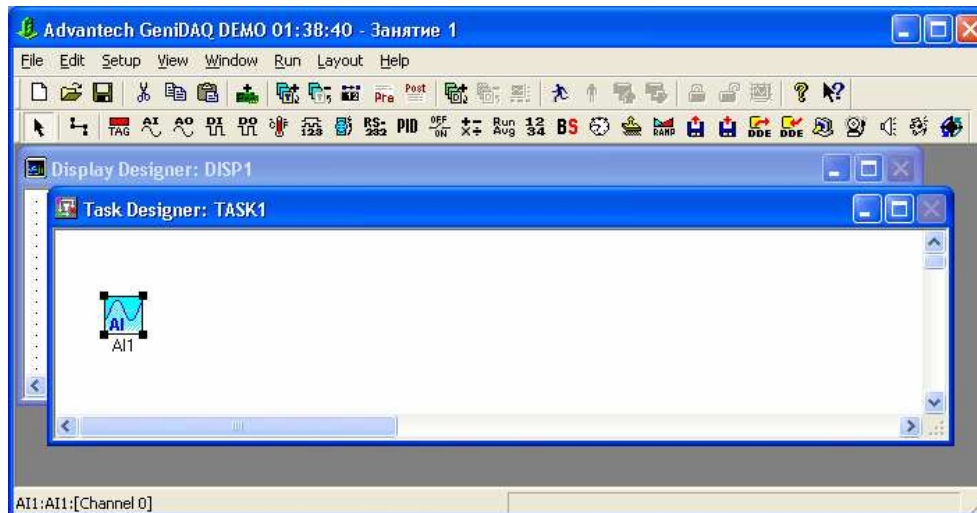
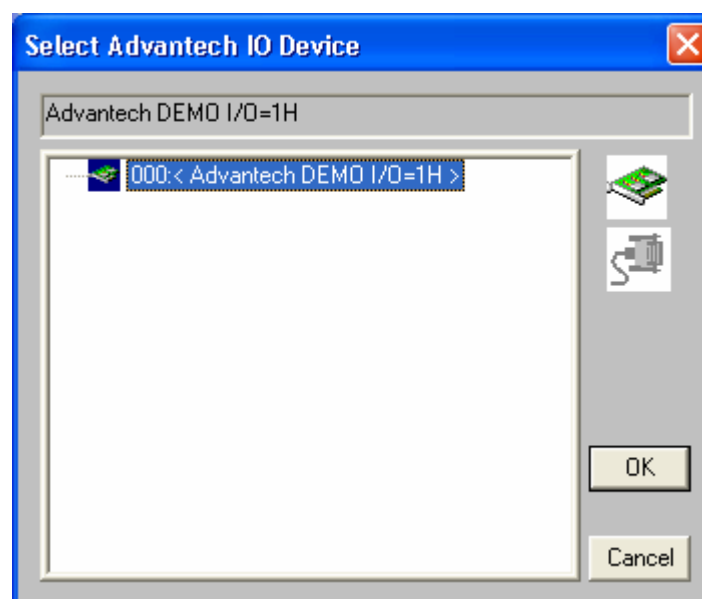
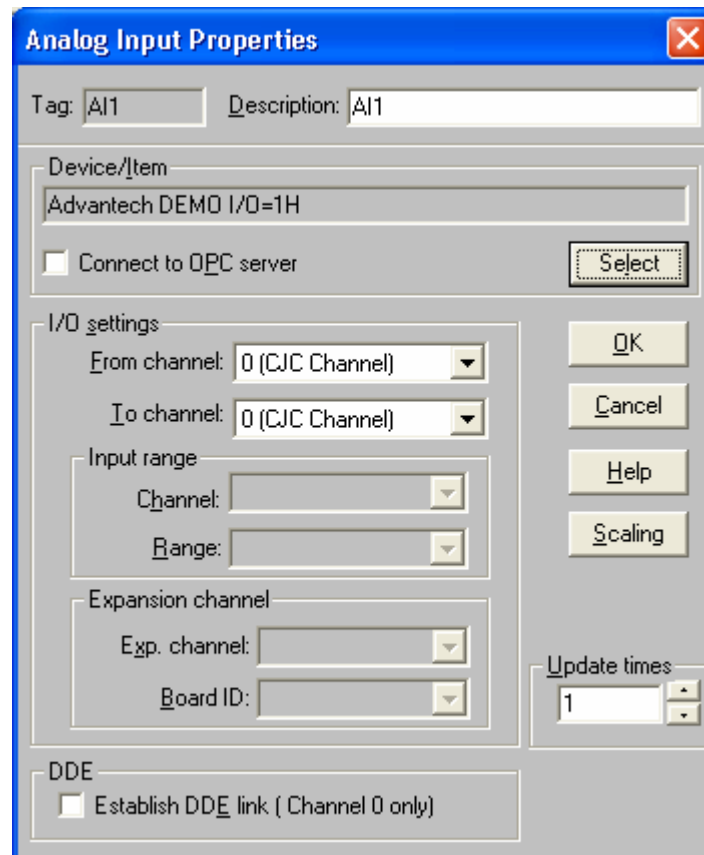

Рис. 4.9. Добавление блока аналогового ввода
Рис. 4.10. Добавление программного эмулятора ввода/вывода
Рис. 4.11. Параметры блока аналогового ввода
3. *Третье действие* — разместите в окне редактора задач блок аналогового ввода и настройте его. На панели инструментов выберите кнопку с мнемоникой **AI**, поместите на нее курсор мыши, щелкните левой кнопкой мыши, переместите мышь в окно редактора задач и еще раз щелкните левой кнопкой мыши. При этом в окне редактора задач появится блок аналогового ввода с позиционным обозначением **AI1**. Данную операцию принято называть "перенести и оставить" (Drag and Drop) — рис. 4.9. Произведите двойной щелчок левой кнопкой мыши над блоком аналогового ввода и появится диалоговое окно его настройки. Для выбора источника аналогового сигнала, если для блока аналогового ввода не указано связанное с ним устройство (поле **Device/Item** пусто), нажмите кнопку **Select**, в появившемся окне диалоговом окне выберите программный эмулятор сигнала (рис. 4.10) и нажмите кнопку **ОК**. В данном случае **1H** является 16-ричным адресом экземпляра эмулятора. В результате диалоговое окно настройки блока аналогового ввода приобретает вид, показанный на рис. 4.11. Нулевые значения каналов в полях **From channel** и **To channel** означают, что в эмуляторе будет использован синусоидальный сигнал с амплитудой 5 вольт и нулевым смещением. Значение в поле **Update times** является делителем, который позволяет вызывать блок аналогового ввода и сканировать соответствующие ему каналы устройства аналогового ввода реже, чем вызывается вся задача, в которую входит данный функциональный блок. Например, пусть задача вызывается (сканируется) один раз в 100 миллисекунд. Для того чтобы блок аналогового ввода, входящий в данную задачу, вызывался один раз в 200 миллисекунд, следует установить в поле **Update times** значение 2. В этом случае значение на выходе блока аналогового ввода будет обновляться через каждые два вызова задачи, содержащей блок. Делитель может изменяться в диапазоне от 1 до 32767. В нашем примере задача и блок аналогового ввода выполняются синхронно, с одинаковым периодом 100 миллисекунд. Для сохранения значений параметров блока аналогового ввода нажмите кнопку **ОК**.